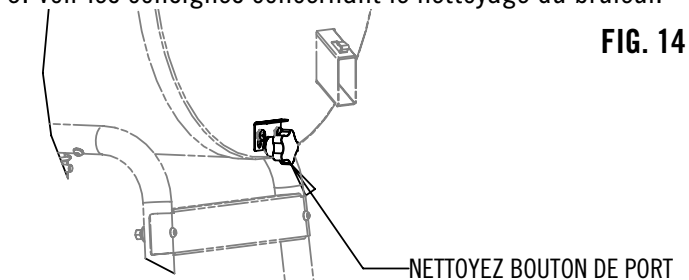

FIG. 14
1. Le bouton de la tige de la zone de nettoyage doit être enfoncé lorsque le barbecue est allumé. S'assurer que le système de blocage de la tige est tiré vers le bas et bloque le bouton afin d'empêcher l'ouverture de la zone de nettoyage par inadvertance. Voir la Fig. 14.